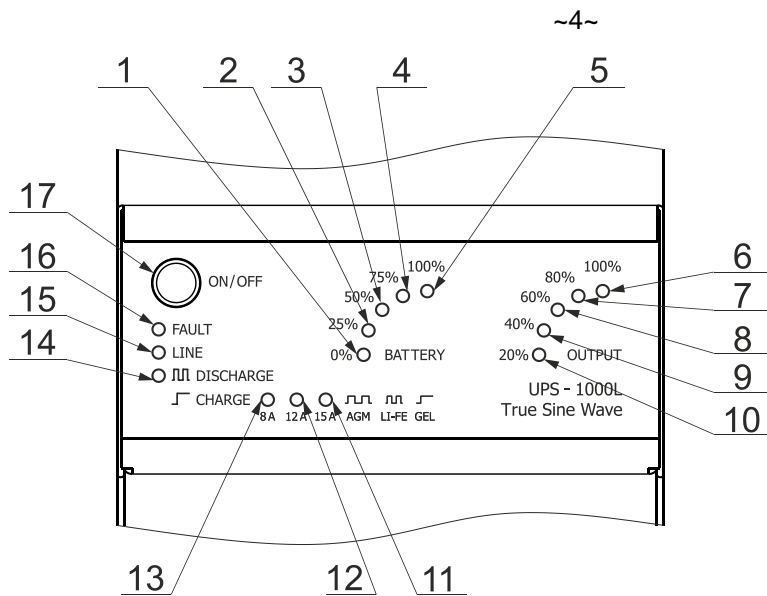

Рисунок 1 – Передняя панель ИБП
- Для включения ИБП нажмите и удерживайте кнопку 17 ON/OFF (см. рис. 1), прозвучит звуковой сигнал, который закончится через 1 сек.
- Отпустите кнопку 17 ON/OFF, в том случае, если состояние одного из индикаторов (светодиоды 11-13, см. рис. 1) типа АКБ совпадает с паспортными данными на подключенную АКБ (мигание - AGM, частое мигание - LiFePO4, постоянное свечение - GEL).
- ИБП должен быть во включенном состоянии (для включения ИБП нажмите кратковременно на 1 сек кнопку 17 ON/OFF (см. рис. 1)).
- Нажмите и удерживайте кнопку 17 ON/OFF (см. рис. 1), прозвучит звуковой сигнал, который закончится через 1 сек.
- Отпустите кнопку 17 ON/OFF в том случае, если позиция любого одного из индикаторов (светодиоды 11-13, см. рис. 1) значения тока заряда совпадает с необходимым значением тока заряда на подключенную АКБ (8 А, 12 А, 15 А).
- ИБП начнёт работу. Индикатор 15 LINE (см. рис. 1) светится, показывая, что есть питающая сеть.
При перегрузке 110% включится звуковой сигнал и будет прерывисто светиться индикатор 6 OUTPUT 100% (см. рис. 1). Через 1 минуту нагрузка ИБП отключится, звуковой сигнал отсутствует, включится индикатор 16 FAULT, индикатор 6 OUTPUT 100% продолжит прерывисто светиться. При перегрузке более 120% нагрузка ИБП отключится сразу. Для восстановления работы необходимо устранить перегрузку и кратковременно на 1 сек нажать кнопку 17 ON/OFF.
- Необходимо произвести заряд АКБ. Для этого оставьте ИБП включенным до окончания заряда батареи. Уровень заряда батареи показывает пятисветодиодный индикатор BATTERY (см. рис. 1). После полного заряда батареи должен светиться индикатор 5 BATTERY 100%, индикатор 14 CHARGE (см. рис.1) не светится.
- При пропадании напряжения сети индикатор 15 LINE (см. рис. 1) не светится.
- При отклонении напряжения сети ниже 150 В и выше 280 В индикатор 15 LINE (см. рис. 1) прерывисто светиться
- При остаточном напряжении батареи 10,7 В - короткие звуковые сигналы с короткими паузами. Через 1 минуту нагрузка отключится от ИБП. При остаточном напряжении батареи 10 В - нагрузка отключится от ИБП немедленно. Прерывисто светится индикатор 1 BATTERY 0% (см. рис. 1), после появления напряжения питающей сети ИБП включит нагрузку и перейдет в режим заряда АКБ (индикатор 14 CHARGE светится постоянно).